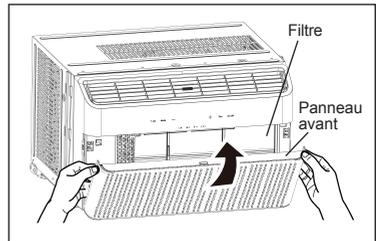

FIGURE 22
3. Une fois que le filtre est complètement sec, réinstallez-le à l'intérieur de l'appareil, puis fermez solidement le panneau avant, comme illustré à la figure 22.